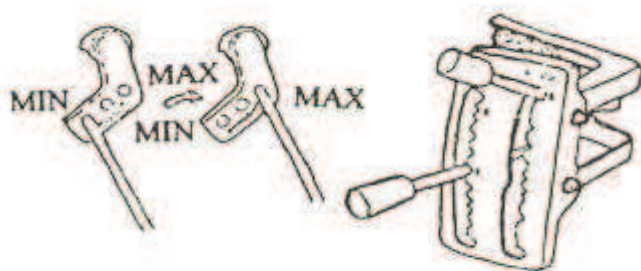

Рис. 12
2). Опыление. Настройте степень выброса путем перемещения стержня из отверстий в рукаве (см. Рис. 12).